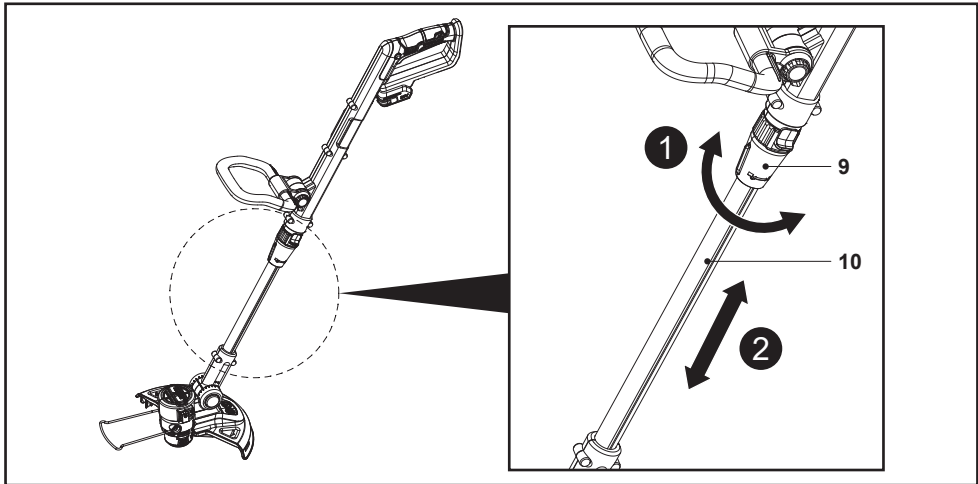

Fig. 5
1. Desserrer le verrou du tube d'extension (9) en le tournant dans le sens de déverrouillage  (Fig. 5).
2. Régler le tube d'extension (10) (Fig. 5).
3. Serrer le verrou du tube d'extension (9) en le tournant dans le sens de verrouillage  (Fig. 5).
4. S'assurer que le tube d'extension (10) est verrouillé.